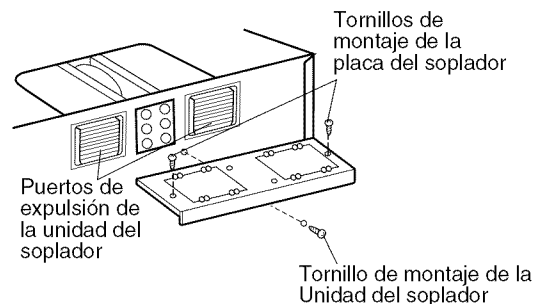

Figura 17
7. Reajuste la placa del soplador a la parte superior de la caja como estaba armado originalmente. Ajuste un tornillo de montaje de la unidad del soplador y luego dos tornillos para la placa del soplador. Vea la **Figura 17**.